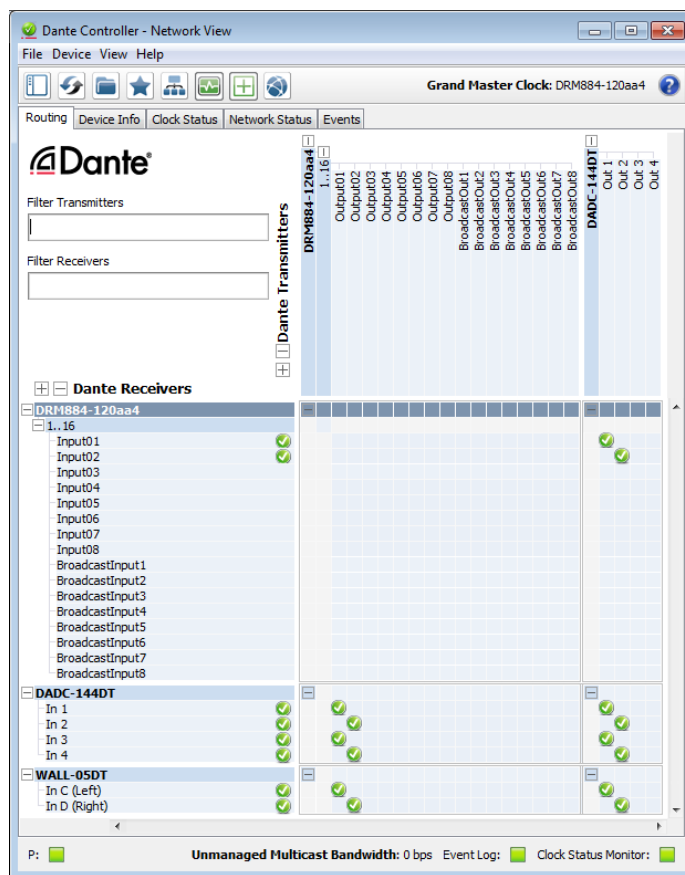

Abb. 11 Dante-Routing
- 1) Im „Network View“-Fenster unter „Routing“ die Sendekanäle des gewünschten Geräts unter „Dante Transmitters“ sowie die Empfangskanäle des gewünschten Verbindungspartners unter „Dante Receivers“ durch Klicken auf das  öffnen (siehe Abbildung 11).